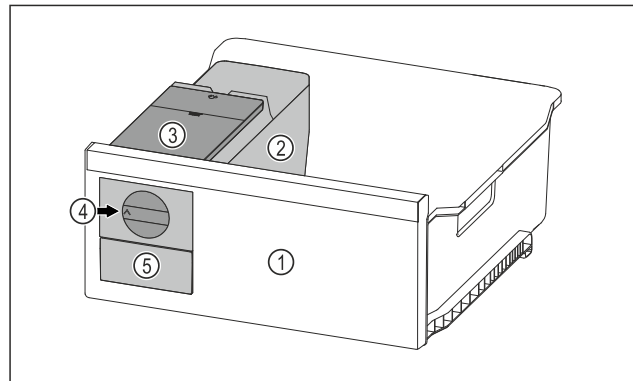

*Fig. 27*
- ▶ Lade schuin rond de stoppers *Fig. 27 (1)* leiden.